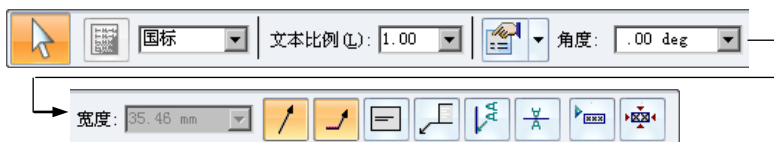

图 8.4.2 “标注”命令条
Step2. 选择命令。选择单击 **主页** 选项卡 **注释** 区域中的  命令，系统弹出图 8.4.2 所示的“标注”命令条和图 8.4.3 所示的“标注属性”对话框。
Step3. 在  标注文本 (T) 文本框中输入图 8.4.2 所示的文本，单击  确定 按钮，确认